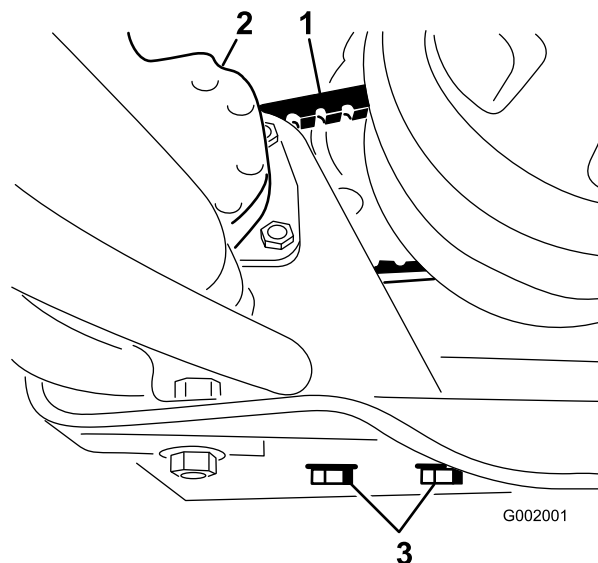

Figure 60
2. Desserrez les boulons de fixation de la pompe de direction (Figure 60).